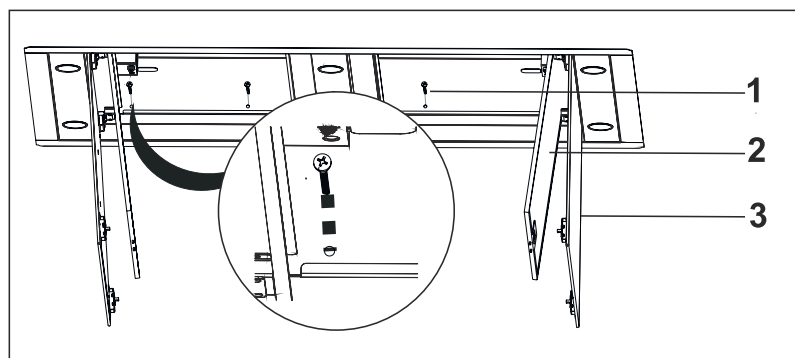

Fig. 9
5. ➔ Efter emhætten er løftet og nu er helt plan med loftet, skal emhætten endeligt skrues fast op i spær/lægte brug 5,5X60 skruer(Fig. 9).